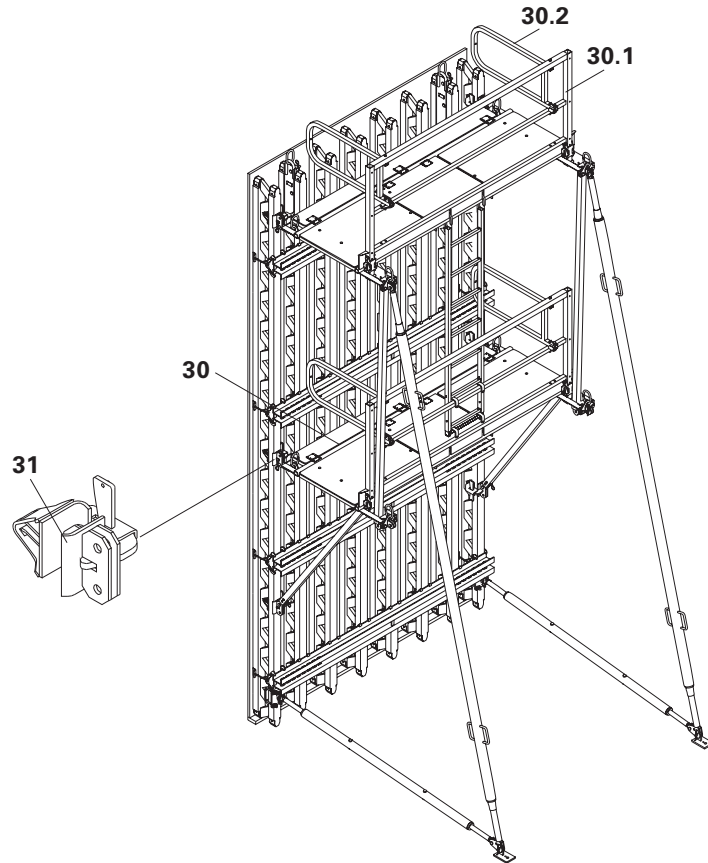

Fig. B2.04
A plataforma VARIO (30) é um sistema pré-montado e basculante com guardas de proteção traseiras (30.1) e laterais (30.2). Contém fixações de estabilizadores e olhais de elevação integrados. Pode apresentar-se equipada com ou sem alçapões de acesso e fixa-se ao painel através das fixações da plataforma (31). (Fig. B2.04)